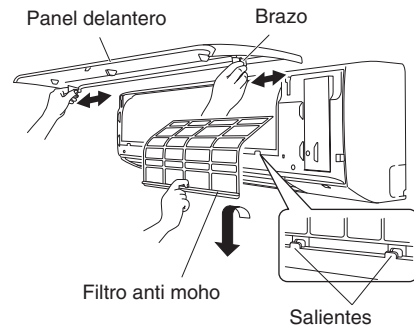

Fig. 3-12
- (1) Abra el panel delantero hasta que esté en posición casi horizontal. Agarre las secciones que se encuentran dentro de los brazos del panel delantero de ambos lados y, a continuación, extraiga el panel empujando los brazos hacia el exterior mientras tira del panel hacia usted. Si le resulta difícil quitar el panel delantero, agarre ambos extremos y elévelo ligeramente. Desplácelo hacia la izquierda y desbloquee el brazo izquierdo. A continuación, desplácelo hacia la derecha y desbloquee el brazo derecho. (Fig. 3-12)
- (2) Eleve levemente hacia arriba el filtro anti moho para desbloquearlo de los salientes de la unidad y, a continuación, empuje hacia abajo para extraer el filtro de la unidad. (Fig. 3-12)